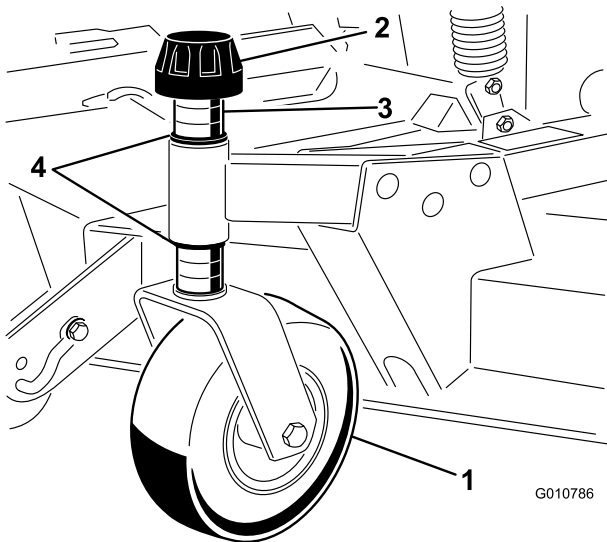

Bild 8
1. Entfernen Sie die Spannkappe von der Spindelwelle und ziehen die Spindel aus dem vorderen Laufrollenarm heraus (Bild 8).